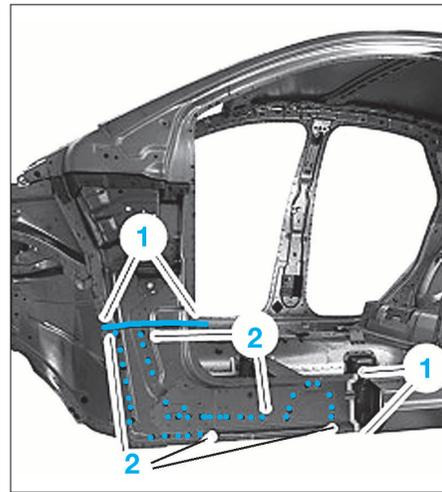

FIG. 31
- Souder la partie intérieure de pied avant (1) en cordon continu sous protection gazeuse (2) par résistance par points (Fig.31).